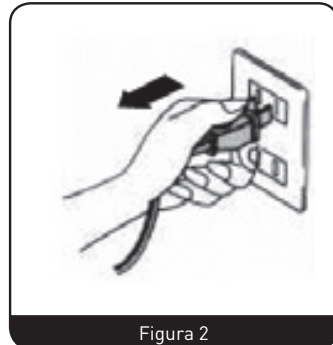

Figura 2
- B. Antes de proceder a instalar el aparato, asegúrese de que esté apagado y desenchufado de la toma de corriente. (Figura 2)